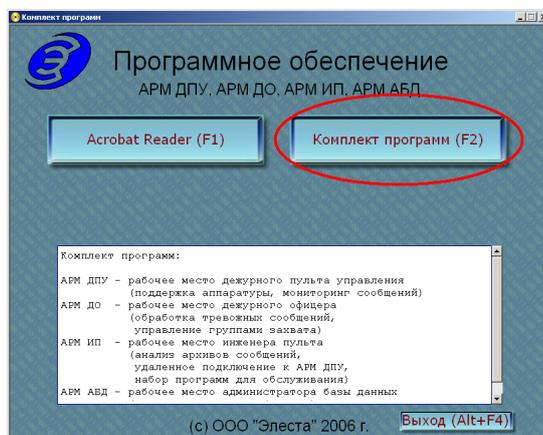

Рисунок 4.1
- выбрать раздел **Комплект программ** (рисунок 4.1);